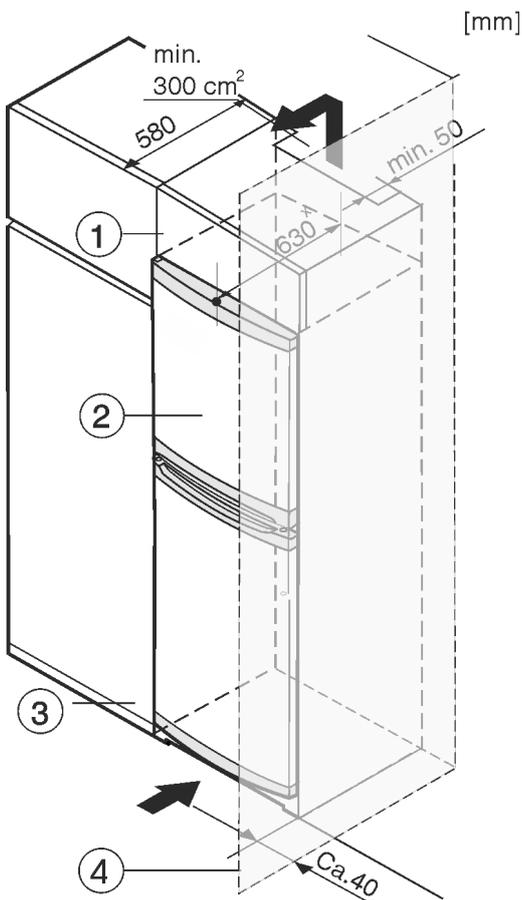

Fig. 8
El aparato se puede rodear de armarios de cocina. Para adaptar el aparato Fig. 8 (2) a la altura de la cocina, se puede instalar un armario Fig. 8 (1) correspondiente sobre el aparato.
Si la cocina posee armarios (profundidad máx. 580 mm), el electrodoméstico se puede colocar directamente junto al armario de cocina Fig. 8 (3). El electrodoméstico sobresale 34 mm x por los lados y 50 mm x por el centro respecto al frente del armario de cocina.
Si el electrodoméstico se instala con las bisagras junto a una pared Fig. 8 (4), la distancia entre el electrodoméstico y la pared debe ser como mínimo de 40 mm. Esto equivale al saliente del tirador con la puerta abierta.